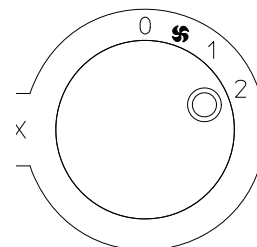

fig. 5
- Pour activer la fonction PUISSANCE MAXIMALE, tourner la molette "B" (fig. 1) de telle sorte que la référence "I" soit alignée sur le symbole "2" présent sur le pupitre de commande (fig. 5).